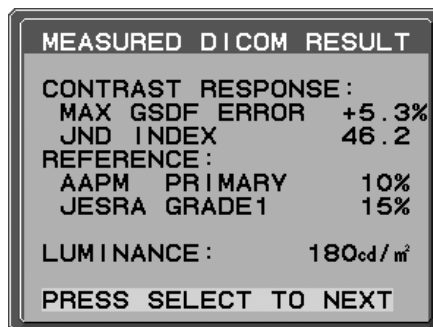

Рисунок D.2
4. Появится сообщение DICOM MEASURED RESULT (РЕЗУЛЬТАТ ИЗМЕРЕНИЯ DICOM) (Рисунок D.2). С помощью клавиш можно параметры DATE (ДАТА) и TIME (ВРЕМЯ). Затем нажмите кнопку SELECT (ВЫБОР).